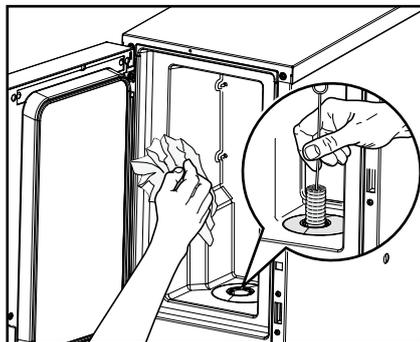

Fig. 25
4. Nettoyez l'intérieur du bac réfrigérant avec un chiffon humide propre et l'ouverture de dosage avec une brosse (fig. 25).